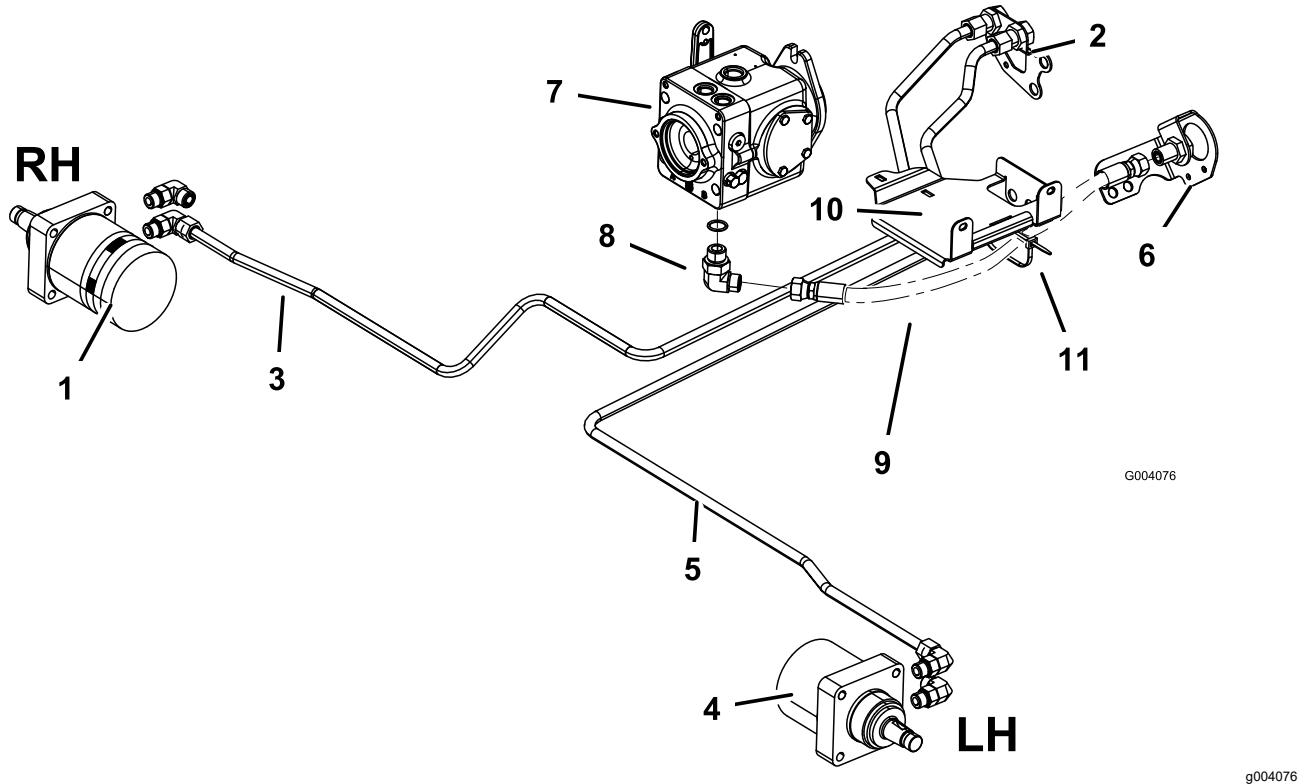

Figura 11
al tubo hidráulico derecho del tabique derecho del bastidor (Figura 11).
2. Conecte el tubo hidráulico, pieza n.º 108-7623, al acoplamiento del motor de rueda izquierdo y al tubo hidráulico izquierdo del tabique derecho del bastidor (Figura 11).
3. Instale un acoplamiento hidráulico de 90° en la parte inferior de la bomba variable (Figura 11).
5. Sujete la manguera hidráulica a la parte inferior de la bandeja de la batería con una brida (Figura 11).